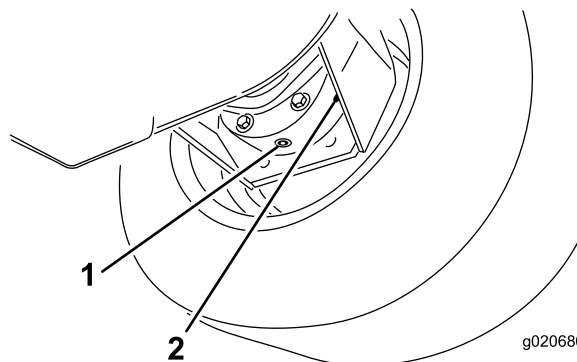

Figura 92
3. Coloque un recipiente debajo del alojamiento del freno, retire el tapón y deje que se drene el aceite (Figura 92).